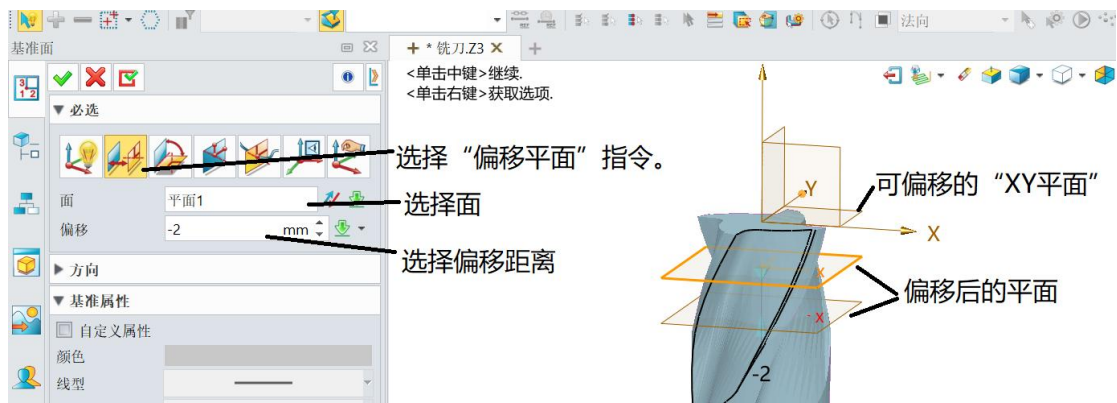

图 10-6 绘制基准面
(4) 绘制截面线, 先绘制基准面, 如图 10-6 所示。